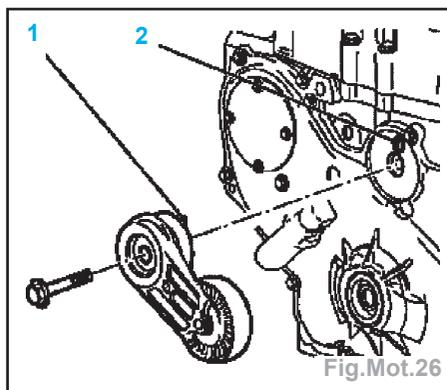

Fig.Mot.26
**Nota** : le culot (1) s'engage dans l'alésage du carter de distribution (2) (Fig.Mot.26).